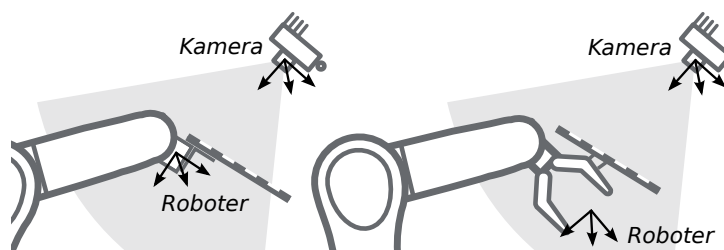

Abb. 6.19: Alternative Montageoptionen für die Befestigung des Kalibrierusters am Roboter
**Kalibrierung einer statisch montierten Kamera** In Anwendungsfällen, bei denen die Kamera statisch verglichen zum Roboter montiert wird, muss das Kalibriermuster, wie im Beispiel in Abb. 6.18 und Abb. 6.19 angegeben, angebracht werden.
**Bemerkung:** Für das Modul zur Hand-Auge-Kalibrierung spielt es keine Rolle, wie das Kalibriermuster in Bezug auf das benutzerdefinierte *Roboter*-Koordinatensystem genau angebracht und positioniert wird. Das bedeutet, dass die relative Positionierung des Kalibrierusters zu diesem Koordinatensystem weder bekannt sein muss, noch für die Kalibrierroutine relevant ist (siehe in Abb. 6.19).